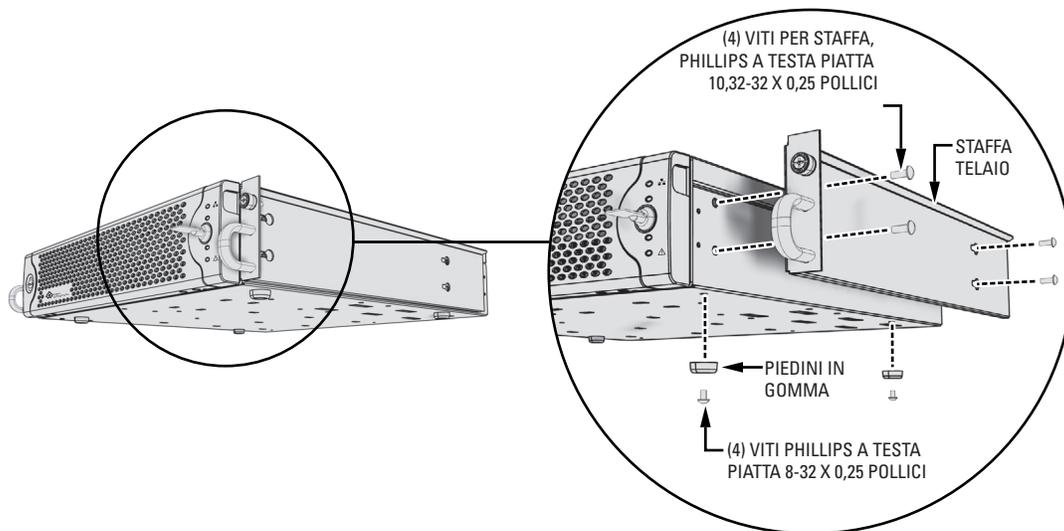

Figura 8. Staffe per telaio e piedini in gomma
1. Accertarsi che siano installati i piedini in gomma, per evitare di danneggiare la superficie. In caso contrario, fissare i piedini sul pannello inferiore dell'unità (vedere la Figura 8). Usare le quattro viti a testa piatta Phillips 8-32 x 0,375 pollici (in dotazione).
1. *Se le staffe di montaggio del telaio non sono fissate:* installare una staffa di montaggio (in dotazione) sui ogni lato dell'unità VCD5202. Usare quattro viti Phillips a testa piatta 10-32 x 0,25 pollici (in dotazione) per ciascuna staffa. Fissare le staffe in modo che le estremità coniche siano posizionate verso la parte posteriore dell'unità VCD5202 (consultare la Figura 8 a pagina 13).